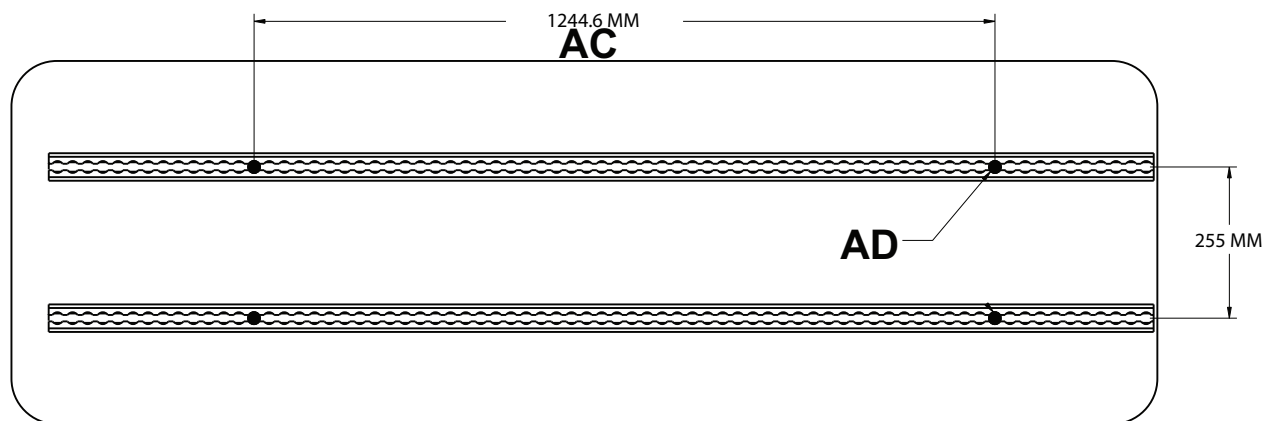
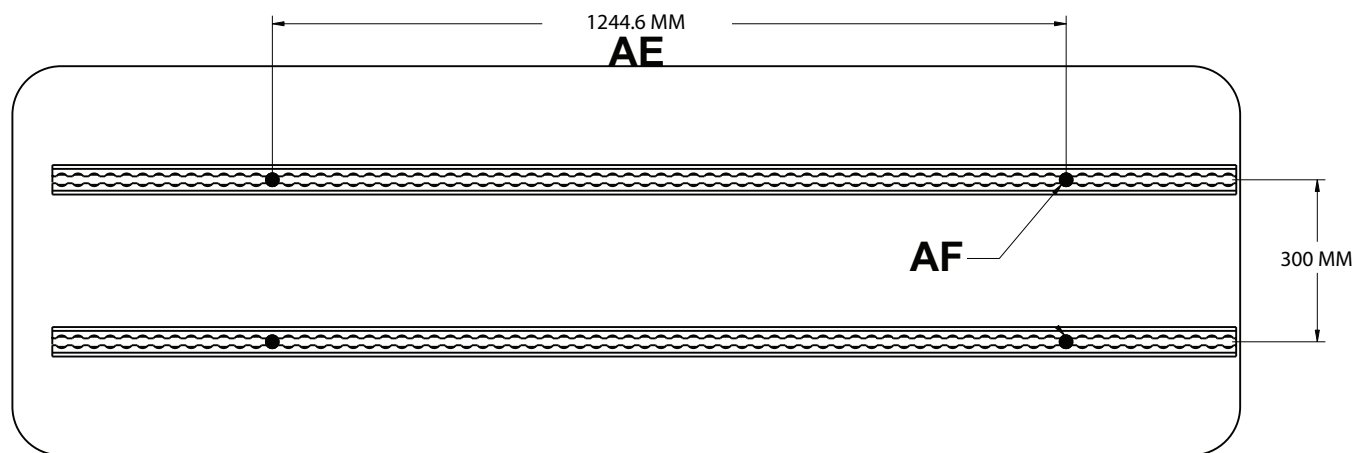

Abbildung 10 – Positionen für die Installation der Bodenschienen
Abbildung 11 – Positionen für die Installation der Bodenschienen
- Die Position von Fuß- und Kopfendbefestigung anhand von Abbildung 10 für Modell 6386 und anhand von Abbildung 11 für Modell 6387 bestimmen.
4. Die Position von Fuß- und Kopfendbefestigung anhand von Abbildung 10 für Modell 6388 und anhand von Abbildung 11 für Modell 6389 bestimmen.
2. Unter Anwendung der in Abbildung 10 dargestellten Abmessungen die Stelle festlegen, wo die Bodenschienen angebracht werden.
2. Unter Anwendung der in Abbildung 11 dargestellten Abmessungen die Stelle festlegen, wo die Bodenschienen angebracht werden.